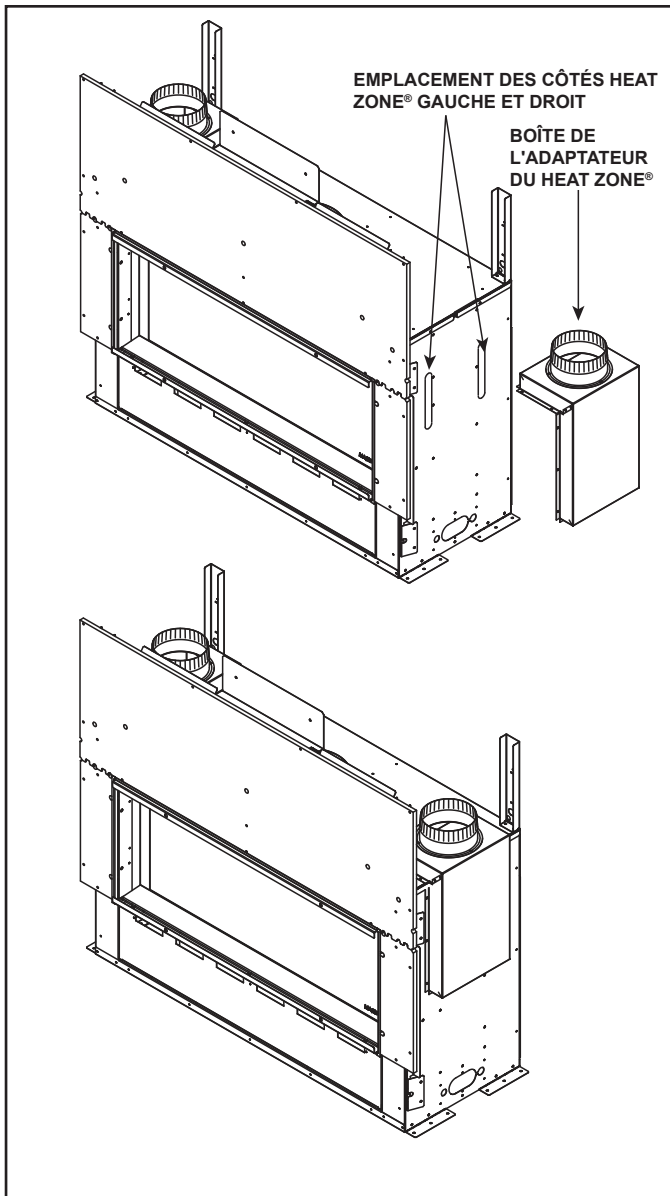

Figure 5.5 Adaptateur du Heat Zone
- Localisez les orifices Heat-Zone® à la gauche et à la droite de l'appareil. Voir la figure 5.5. Retirez les alvéoles défonçables de l'appareil à l'aide de cisailles de ferblantier.
- Mettre en place la boîte de l'adaptateur du Heat-Zone® avant le positionnement final du foyer, comme il est indiqué à la Figure 5.5. Fixez en utilisant des vis autotaraudeuses. Assurez-vous que les alvéoles défonçables du Heat-Zone® sont complètement couvertes par la boîte de l'adaptateur.